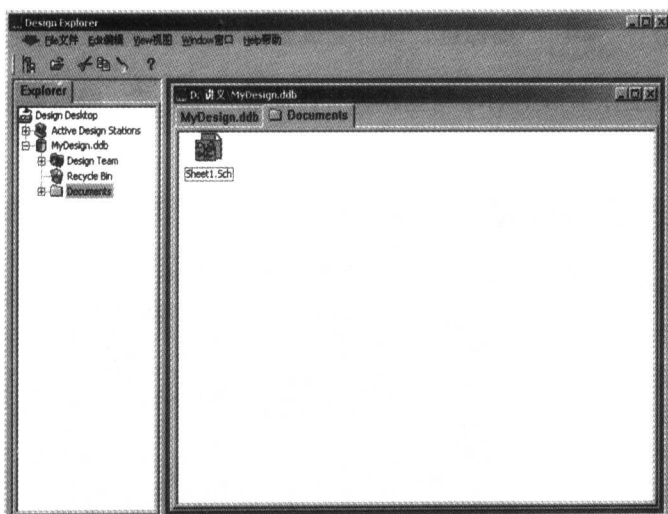

图 2-9 创建新的原理图文件
(2) 双击“”图标后，即可完成新的原理图文件的创建，如图 2-9 所示。